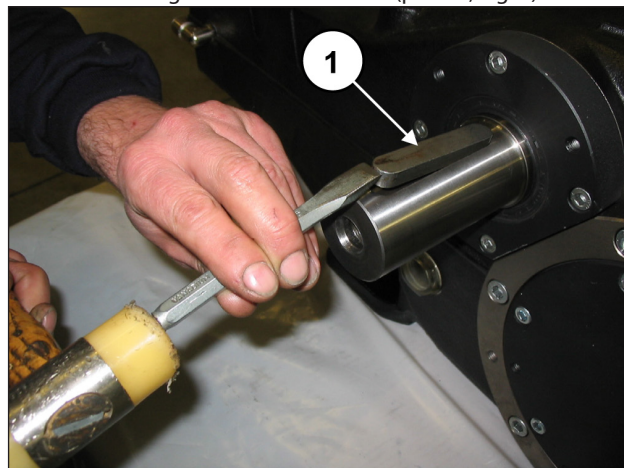

Fig. 8
Rimuovere la linguetta dall'albero PTO (pos. ①, Fig. 8).